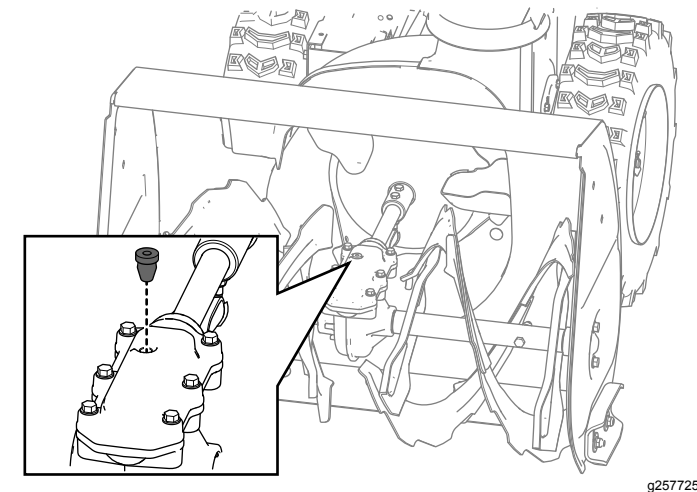

Figure 38
- 2. Nettoyez la surface autour du bouchon de tuyau et retirez le bouchon du boîtier d'engrenages (Figure 38).